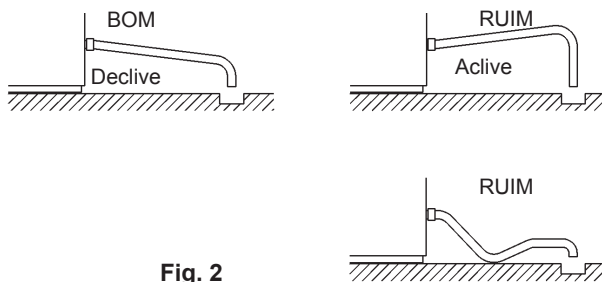

Fig. 2
- * Para evitar um contrafluxo para dentro do compartimento de armazenagem, a mangueira de saída deve ser assentada como se vê na Fig. 2.